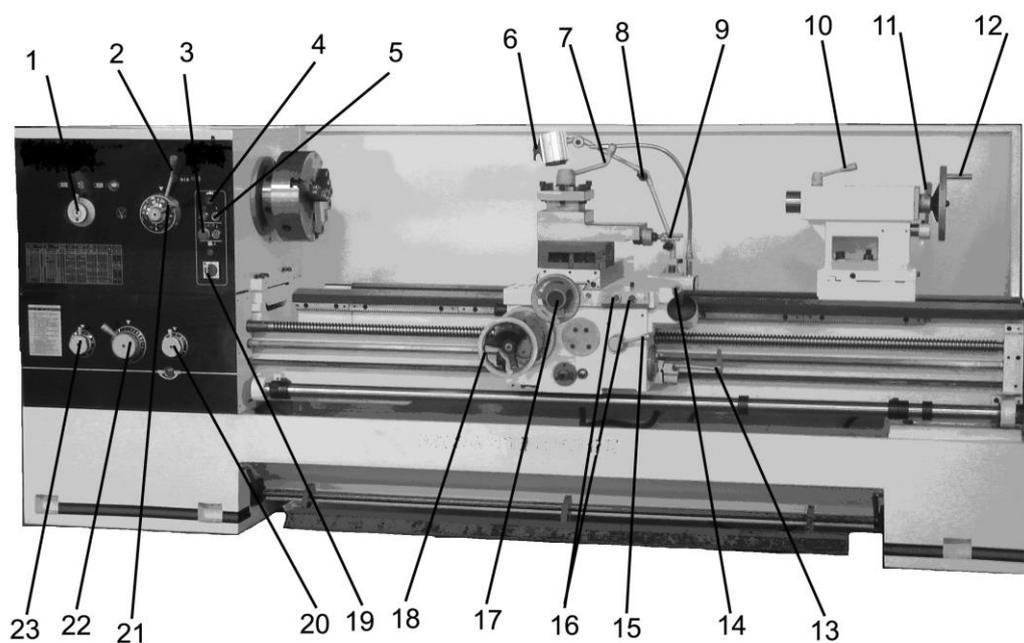

Рис. 5 Органы управления станка
5.1 Органы управления станка показаны на Рис. 5.
Остальные органы управления показаны на Рис. 5.